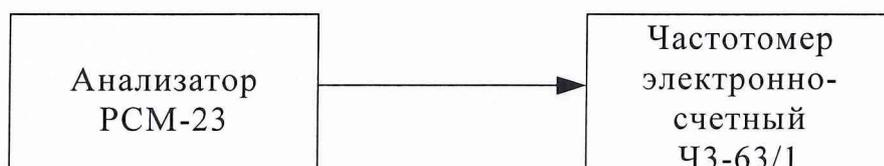

Рис.8.4.
8.3.4.1. Проверка диапазона выходных частот, а также возможности цифровой и ступенчатой установки частоты проводится с помощью частотомера ЧЗ-63/1 (рис.8.4).